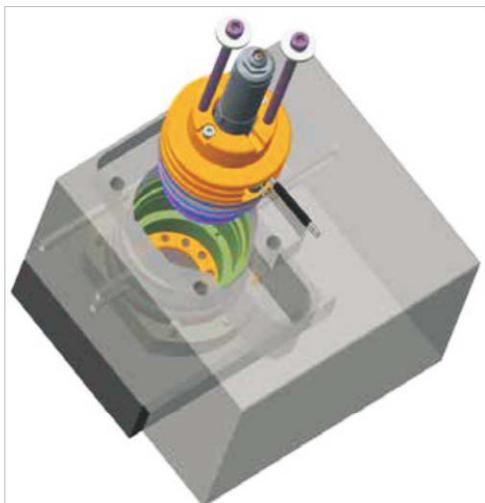

图11-23 安装SlimStack单元
4. 转动分流板型腔板，并使用带垫圈的螺钉小心地将Slimstack装置安装到分流板型腔板中。见图11-23。